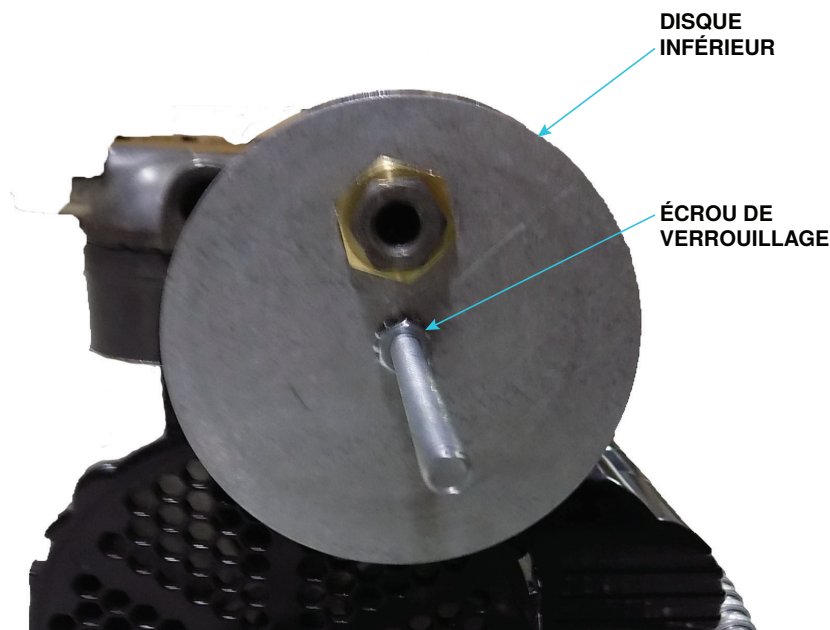

Figure 71. Installation du disque inférieur du filtre à air
- b. Faites glisser le disque inférieur de l'ensemble filtre à air sur le goujon de montage et fixez le disque à l'aide de l'écrou de blocage (voir Figure 71).